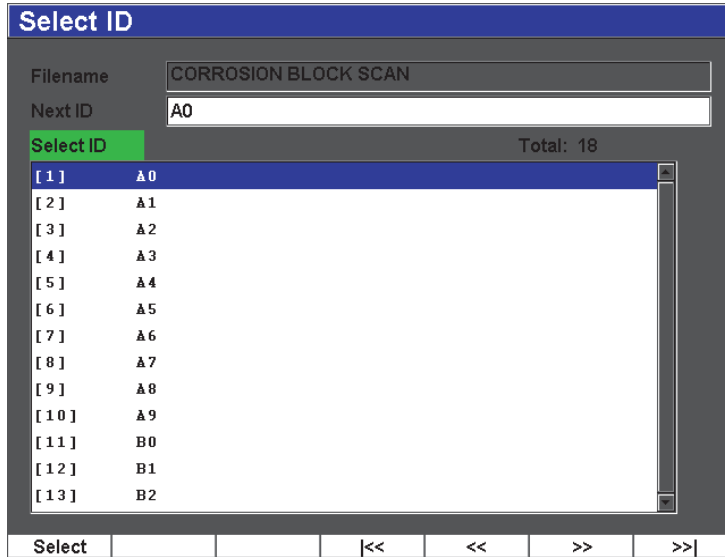

图 11-11 选择 ID 菜单
- 要从当前打开文件中的全部 ID 码列表中选择 ID，需选择 **File**（文件）> **Select ID**（选择 ID）（参见第 215 页的图 11-11）。